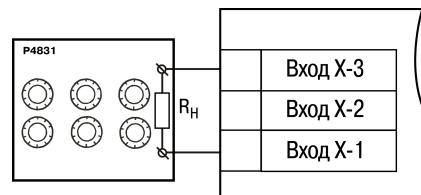

Рисунок 8.1 – Подключение магазина сопротивлений
- Подключить к прибору магазин сопротивлений типа P4831 или подобный ему с классом точности не ниже 0,05 по трехпроводной линии (рисунок 8.1). Сопротивления проводов в линии должны быть равны друг другу и каждое не должно превышать величины 15 Ом.